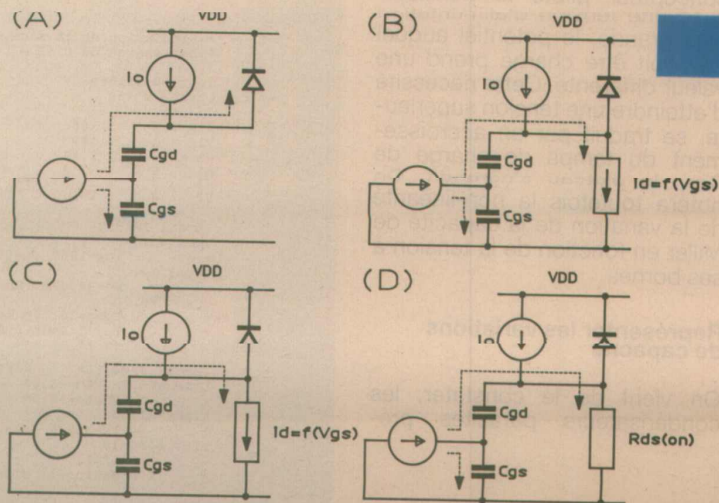

Figure 9
-  $t = 0$  : l'interrupteur s'ouvre et la tension grille-source commence à monter de façon linéaire. Nous rappelons que la tension aux bornes d'une capacité chargée à courant constant s'exprime linéairement en fonction du temps  $t$  par :  $V = i.t/C$ . Le courant circule dans la grille et charge  $C_{gs}$  ainsi que  $C_{gd}$  via la diode de roue libre, alors conductrice (figure 9 a). Attention, dans ce cas particulier, la présence de D à l'état passant entraîne la contribution de  $C_{gd}$  à la capacité d'entrée. Sur une charge classique, seule  $C_{gs}$  se charge.  $C_2$  n'influence quasiment pas l'entrée, puisque  $C_4$  possède une faible valeur.
-  $t = t_1$  : la tension  $V_{gs}$  atteint le seuil de déclenchement ( $V_{th}$ ) du semi-conducteur. A ce moment, le courant commence à circuler dans le MOS (figure 9 b) et de  $t_1$  à  $t_2$ , l'intensité de drain augmente proportionnellement à la tension de grille. Durant tout ce temps, le courant traversant  $C_{gd}$  reste faible et peut être négligé. En effet, l'une de ses armatures reste fixe à  $V_{DD}$  tandis que l'autre supporte la tension de grille qui varie linéairement ( $dV/dt$  faible).
-  $t = t_2$  : le courant de drain atteint  $I_{Géné}$  et la diode D se bloque. L'intensité  $I_d$  reste constante à la valeur imposée par la source de courant alors que  $V_{ds}$  commence à chuter. A ce moment, sa pente dépend de la capacité grille-drain et non plus grille-source. Pendant cette période, tout le courant de grille charge ce condensateur  $C_{gd}$  (figure 9 c) et l'on observe un plateau sur la tension  $V_{gs}$ . La pente de  $V_{gs}$  est alors rigoureusement nulle, puisque le courant de drain est constant, aucune variation de la tension grille-source n'est nécessaire. En réalité, sur des charges de natures différentes, l'augmentation de capacité d'entrée entraîne un ralentissement de la montée de tension et la pente devient alors faible. Il s'agit de l'effet MILLER qui, répercuté sur l'entrée, s'écrit :  $C_{in} = C_{gs} + C_{gd}(1 - A_v)$ , où  $A_v = dV_{ds}/dV_{gs}$ .
-  $t = t_3$ : le transistor conduit entièrement et la tension  $V_{gs}$  repart avec une pente plus faible que la toute première (de  $t_0$  à  $t_1$ ) car  $C_{iss}$  a quasiment doublé lors de l'inversion de  $V_{dg}$  (figure 9 d). Le blocage du transistor met en jeu des phénomènes similaires et par conséquent, le diagramme des temps à la coupure reste identique ( $V_{gs}$  cette fois-ci décroît) à celui que nous venons d'étudier.